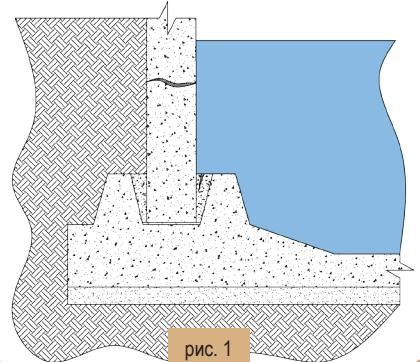

рис. 1
**ПРОБЛЕМА:** НАБЛЮДАЕТСЯ ПОСТОЯННОЕ ПАДЕНИЕ УРОВНЯ ВОДЫ В РЕЗЕРВУАРЕ. ПРИ ОПОРОЖНЕНИИ РЕЗЕРВУАРА И ДАЛЬНЕЙШЕМ ОБСЛЕДОВАНИИ ЕГО ВНУТРЕННЕЙ ПОВЕРХНОСТИ УСТАНОВЛЕНО ОТСУТСТВИЕ ГЕРМЕТИЧНОСТИ В ШВАХ МЕЖДУ ЖЕЛЕЗОБЕТОННЫМ СТАКАНОМ И СТЕНОВЫМИ ПАНЕЛЯМИ. МЕСТАМИ НАБЛЮДАЕТСЯ АКТИВНАЯ ТЕЧЬ ГРУНТОВЫХ ВОД, А ТАКЖЕ ПОДТЕКИ НА СТЕНОВЫХ ПАНЕЛЯХ ЧЕРЕЗ СЕТЬ ТРЕЩИН (рис. 1).